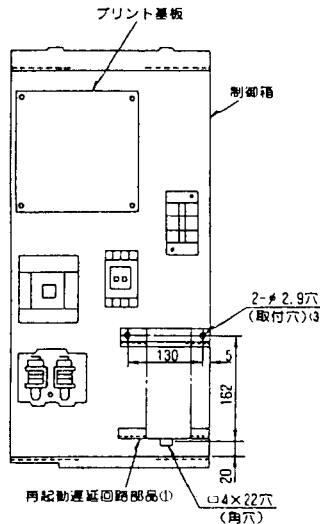

図1
(1)制御箱の右下の角穴に再起動遅延回路部品①の下部凸部を挿入し、取付穴に取付ネジ③を2個使用して取付けてください。（図1参照）
(1)制御箱の右下の角穴に再起動遅延回路部品①の下部凸部を挿入し、取付穴に取付ネジ③を2個使用して取付けてください。(図1参照)